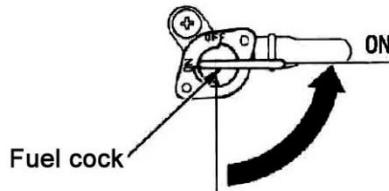

Fig. 9
1. Poussez le robinet de carburant sur « ON ». ( Fig.9 ) ( Option )